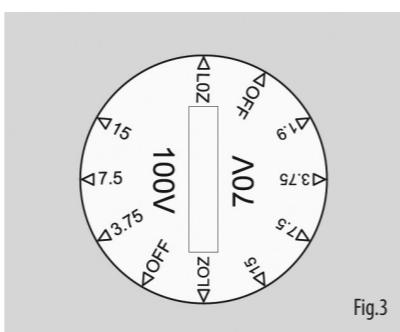

Fig.3
4. CVS 4 Micro (EN54) 配有 15 W 变压器。在分布式线路系统中使用时, 变压器的抽头可以为 15 W、7.5 W 和 3.75 W, 另外还有 1.9 W 抽头用于 70V 线路系统。(图 3)